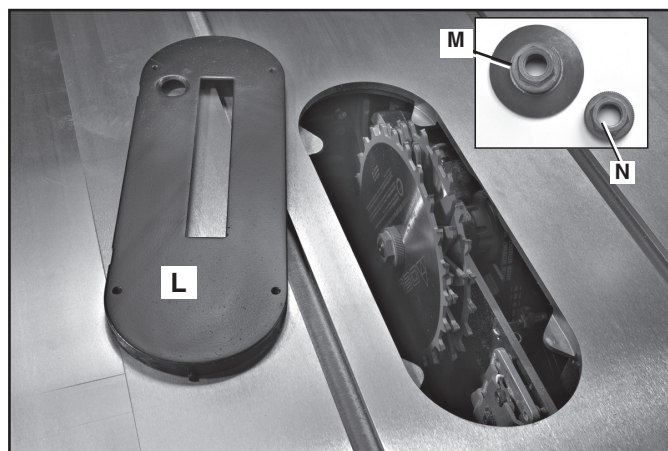

FIG. 65
⚠ ATTENTION : L'insert de table pour l'ensemble a rainurer accessoire (L) Fig. 65 doit être utilisé au lieu de l'insert de table standard. Soyez sûr que l'insertion est de niveau avec la table avant la marche à suivre.
REMARQUE : Le module d'écrou à embase d'arbre extérieur standard (M) fig. 65 ne peut pas servir avec les ensembles de lames à rainurer. Un écrou d'arbre spécial (N) est compris avec la scie Unisaw en vue des applications de rainurage. Serrer cet écrou d'arbre contre l'ensemble de lames à rainurer. **Ne pas jeter l'écrou à embase d'arbre extérieur. Il sera nécessaire pour fixer de nouveau la lame standard sur l'arbre.**
4. Fixer l'ensemble à rainure à l'arbre de la scie au moyen de l'écrou d'arbre (N) fig. 65.
REMARQUE : le module d'écrou à embase d'arbre extérieur standard (M) fig. 65 ne peut pas servir avec les fraises à moulurer. Un écrou d'arbre (N) est compris avec la scie Unisaw en vue de telles applications. Serrer l'écrou d'arbre contre la fraise à moulurer. **Ne pas jeter l'écrou à embase d'arbre extérieur. Il sera nécessaire pour fixer de nouveau la lame standard sur l'arbre.**